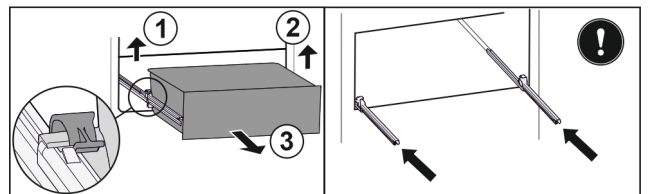

Fig. 102
- ▶ 提起左侧夹子，同时将抽屉左侧向前拉。 Fig. 102 (1)
- ▶ 提起右侧夹子，同时将抽屉右侧向前拉。 Fig. 102 (2)
- ▶ 朝前取出抽屉。 Fig. 102 (3)